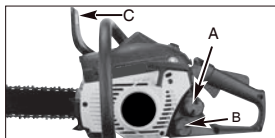

Fig. 7
1. Remplissez le réservoir de carburant (A) avec un mélange de carburant adéquat. (Fig. 7)
2. Remplissez le réservoir d'huile (B) avec de l'huile pour chaîne et guide-chaîne adaptée (Fig. 7).
3. Assurez-vous que le frein de chaîne est activé (C) avant de démarrer l'appareil (Fig. 7).